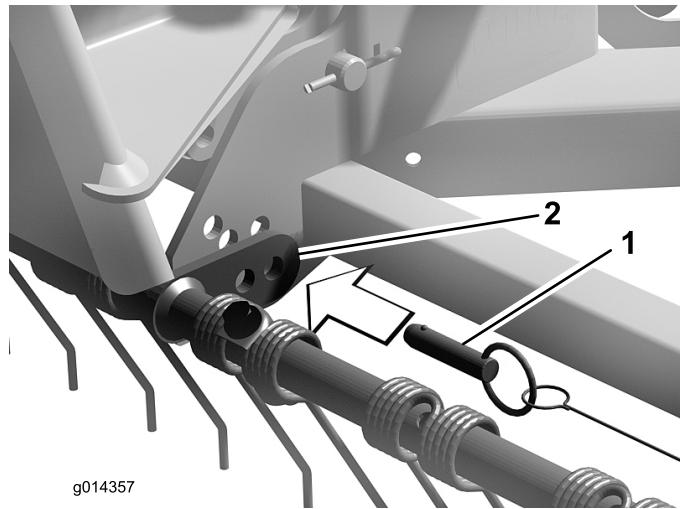

Figura 8
- Sujete la pestaña de la barra de púas flexibles al acondicionador de césped con el pasador rápido (Figura 8). La inclinación de la barra de púas flexibles puede ajustarse cambiando la ubicación del pasador rápido a diferentes taladros en la pestaña de montaje y el acondicionador.